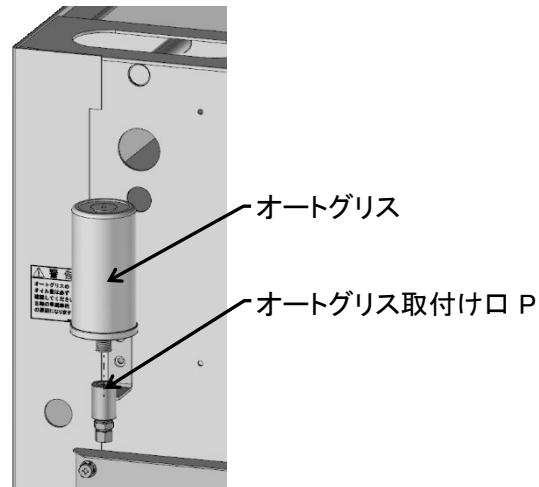

図 5-4
- ・付属品のオートグリスをオートグリス取り付け口 P に取り付けます。（図 5-4）